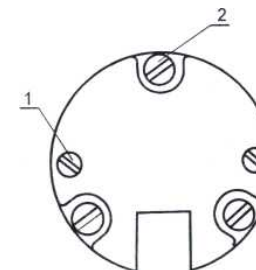

Рис. 6
Для юстировки оптического центрира воспользуйтесь тремя юстировочными винтами. Они расположены под круглой крышкой на алидаде прибора. Винты (2) наклоняют призму центрира вверх и вниз, а два винта (1) – влево и вправо, см. Рис.6. Необходимо добиться такого положения центрира, чтобы при вращении алидады отклонение центра сетки нитей центрира от точки центрирования было минимально возможным.